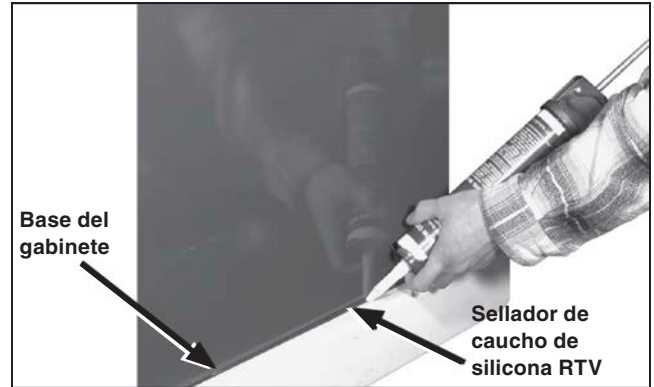

Figura 21. Selle alrededor de la parte inferior del gabinete usando sellador de caucho de silicona.
PASO 16. Un empaque impermeable elástico en la brida inferior del gabinete protege el acabado contra rayaduras durante la instalación y lo aísla de la alcalinidad de un cimiento de concreto. Este empaque también ayuda a sellar el gabinete al cimiento, para proteger contra la entrada de vida silvestre, insectos o hierba mala, y para disuadir de la manipulación. Ver Figura 21.